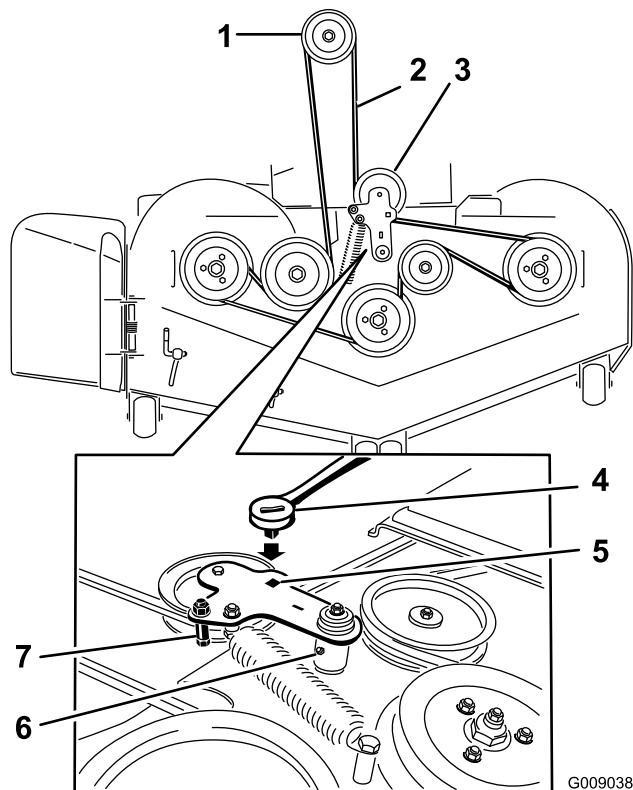

Bild 95
6. Heben Sie den Fahrzeugboden an und stecken Sie eine Ratsche in das rechteckige Loch in der Mähwerkspanscheibe (Bild 95).
7. Drehen Sie die Mähwerkspanscheibe nach rechts und entfernen Sie den Mähwerkriemen (Bild 95).